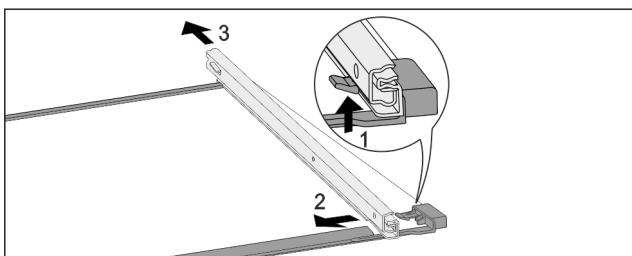

Fig. 205 Tablette en verre avec rails
- ▶ Pousser le crochet d'enclenchement avant vers le bas. Fig. 205 (1)
- ▶ Pousser le rail télescopique vers le côté Fig. 205 (2) et vers l'arrière Fig. 205 (3).